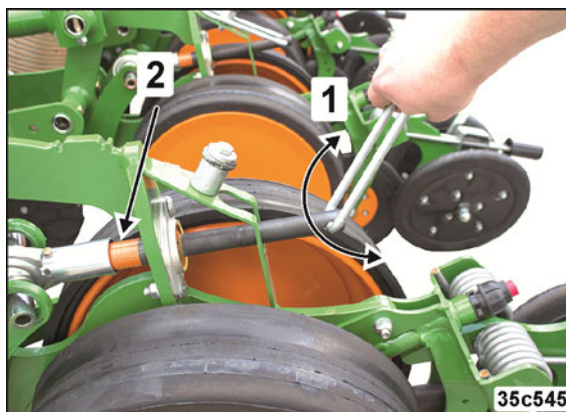

Fig. 175
2. Indstil den ønskede placeringsdybde ved at dreje spindlen (Fig. 175/2) med bøjlen (Fig. 175/1).